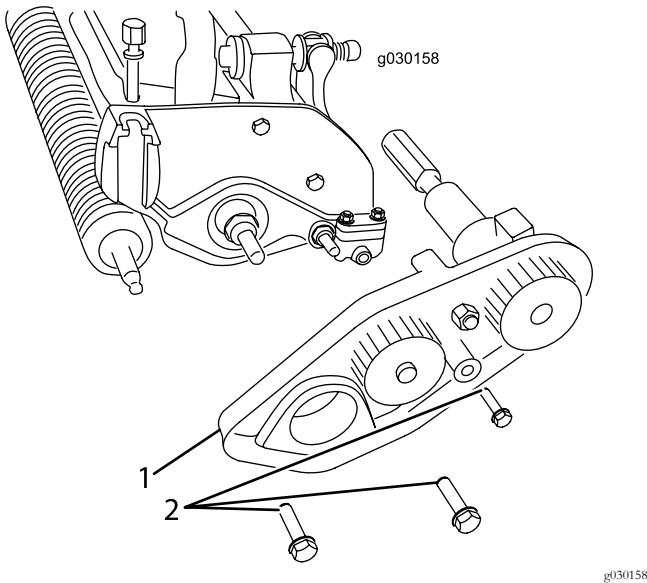

图6
- 4. 卸下将皮带驱动组件固定至滚刀组如配备的 3 个螺栓拆下整个组件 图6。
11. 将疏草刀轴的另一端插入左支撑板**图6**。
- A. 使用之前卸下的螺栓安装皮带驱动组件确保侧板可以自由旋转**图6**。
- 使用之前拆下的 3 个螺栓将皮带驱动组件安装到滚刀组图6。